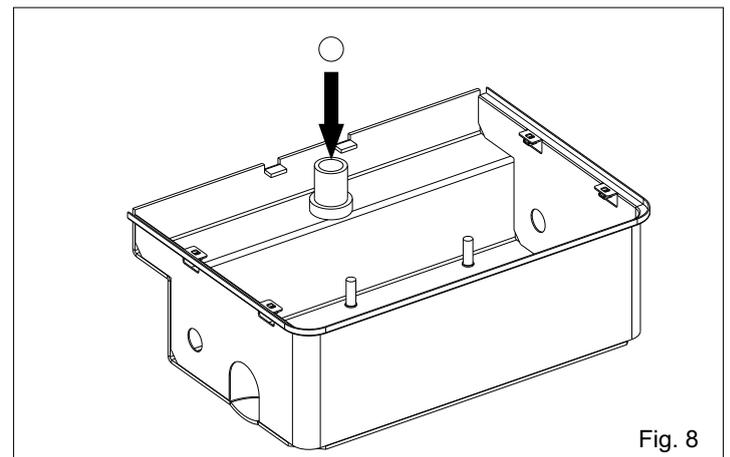
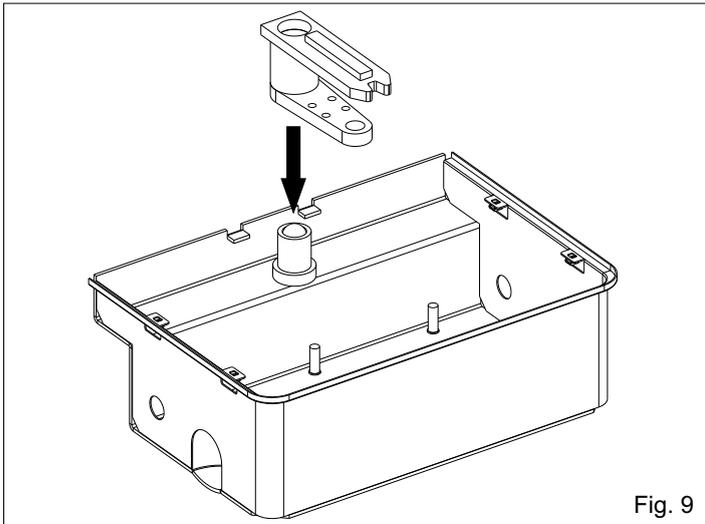
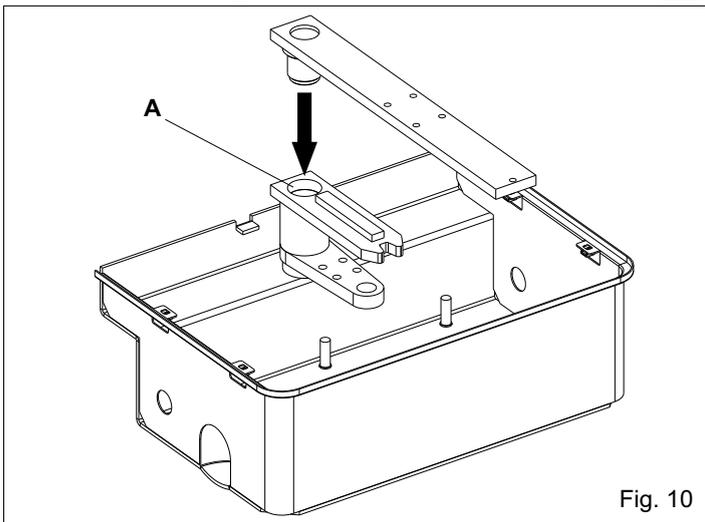

Fig. 8
Fig. 9
Fig. 10
2.4. Insérer la bille dans l'arbre foré (Fig. 8)
2.5. Insérer l'ensemble manivelle dans l'arbre foré (Fig. 9)
2.6. Graisser abondamment le trou A et insérer l'ensemble vantail (Fig. 10)
N.B: Pendant l'insertion des ensembles lubrifier les mêmes avec de la graisse en dotation (Fig.8, Fig.9, Fig.10).